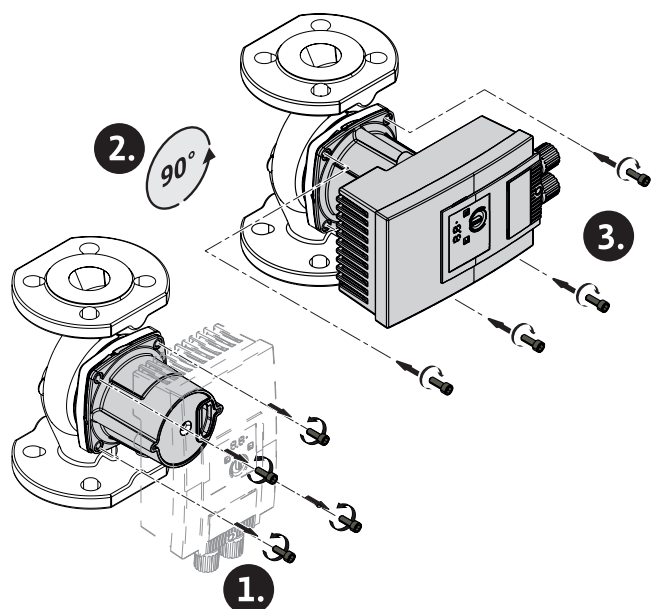

Fig. 5: Justering af motor
2. Løsn motorhovedet, og drej det forsigtigt → Fig. 5.